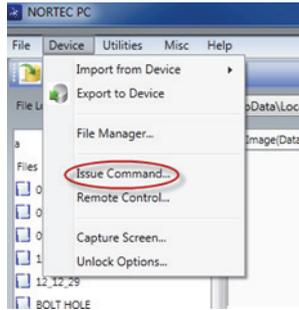

图 6-17 设备菜单：发布指令
1. 在 **Device**（设备）菜单中，选择 **Issue Command**（发布指令）（参见第 297 页的图 6-17）。